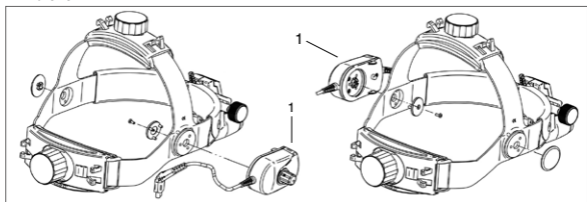
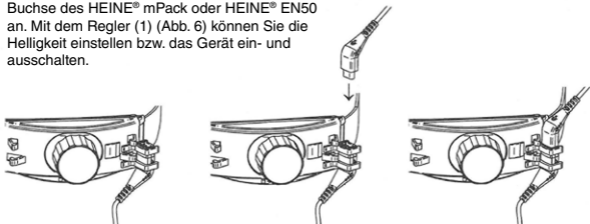

Abb. 6 Montage des Kopfbandreglers
Abb. 8
Sie können den Kopfbandregler (1) auf der linken oder rechten Seite des Kopfbandes montieren (s. Abb. 6). Mit dem Kopfbandregler (1) können Sie dann stufenlos die Helligkeit regeln.
Für den Betrieb der HEINE® ML4 LED mit dem HEINE® mPack oder HEINE® EN50 verbinden Sie das kurze Kabel des Helligkeitsreglers mit dem Verbindungskabel mPack UNPLUGGED/Cinch und befestigen Sie dieses an der hinteren Segmentabdeckung des Kopfbandes (s. Abb. 8). Schließen Sie das Instrument an der Cinch-Buchse des HEINE® mPack oder HEINE® EN50 an. Mit dem Regler (1) (Abb. 6) können Sie die Helligkeit einstellen bzw. das Gerät ein- und ausschalten.